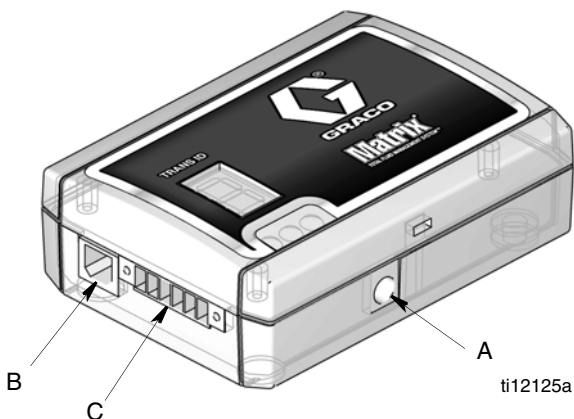

FIG. 4
El transceptor se alimenta mediante un transformador de energía eléctrica que está conectado al puerto del conector de corriente FIG. 4, (A) y una toma eléctrica puesta a tierra.